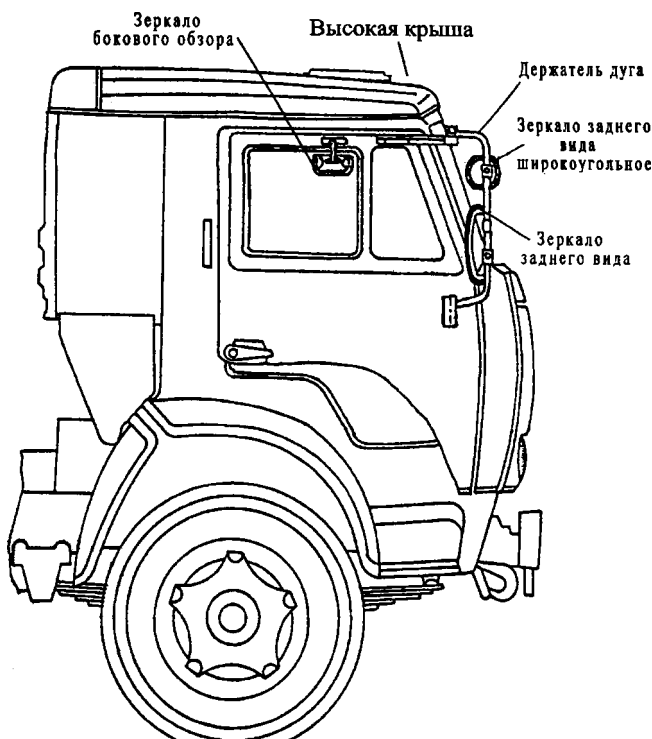

Рис. 256. Зеркала заднего вида
**Комплект зеркал заднего вида** (рис. 256) состоит из четырех зеркал: двух зеркал заднего вида, зеркала широкоугольного и зеркала бокового обзора. Зеркала расположены снаружи и крепятся к наружной панели двери. Слева на держателе-дуге устанавливается одно зеркало заднего вида. Справа на дуге — одно зеркало заднего вида и зеркало широкоугольное. Справа над опускаемым стеклом двери на отдельном кронштейне крепится зеркало бокового обзора, обеспечивающее водителю обзорность дороги у правого переднего колеса.